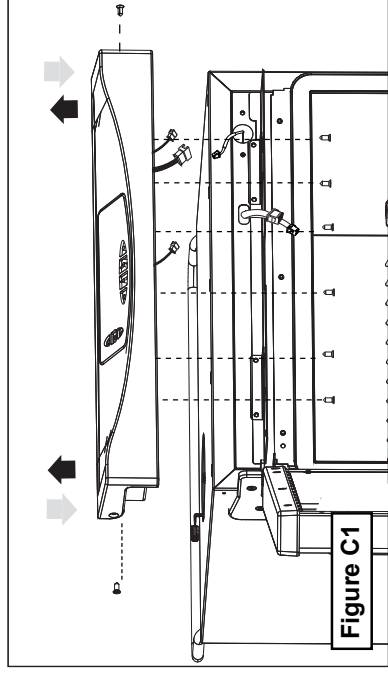

Figure C1
- Remove the two (2) screws on each side of the control panel and the six (6) screws on the bottom of the control panel. See Figure C1.
- Gently lift the control panel and unplug the three (3) control panel assembly connectors from the body. Remove the control panel from the appliance. See Figure C1.
- Plug the three (3) control panel assembly connectors into the appropriate plug of the appliance. See Figure C1.
- Reattach the control panel to the appliance. See Figure C1.
- Enlevez les deux (2) vis qui se trouvent de chaque côté du panneau de commande et les six (6) vis qui se trouvent sur le fond du panneau de commande. Voir la figure C1.
- Soulevez doucement le panneau de commande et débranchez les trois (3) connecteurs d'assemblage du bâti. Retirez le panneau de commande de l'appareil. Voir la figure C1.
- Branchez les trois (3) connecteurs d'assemblage du panneau de commande sur la prise appropriée de l'appareil. Voir la figure C1.
- Rattachez le panneau de commande sur l'appareil. Voir la figure C1.
- Retire los dos (2) tornillos a cada lado del panel de control y los seis (6) tornillos en la parte inferior del panel de control. Ver Figura C1. Ver Figura C1.
- Suavemente levante el panel de control y desenchufe los tres (3) conectores de ensamblaje del panel de control del cuerpo. Retire el panel de control de la unidad. Ver Figura C1.
- Enchufe los tres (3) conectores de ensamblaje del panel de control en el enchufe apropiado de la unidad. Ver Figura C1.
- Vuelva a fijar el panel de control a la unidad. Ver Figura C1.